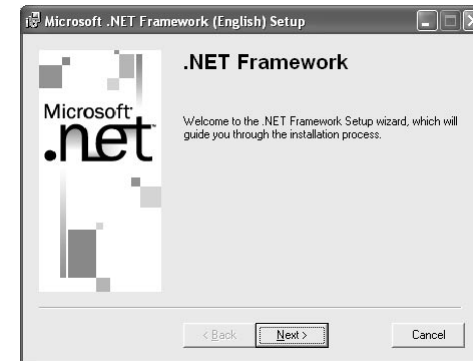

Fig.6 Schermata di avvio programma di installazione Microsoft .Net Framework
- 3** Il programma di installazione mostrato nella Fig.6 si avvia. Procedere con l'installazione procedendo con le istruzioni del programma di installazione.